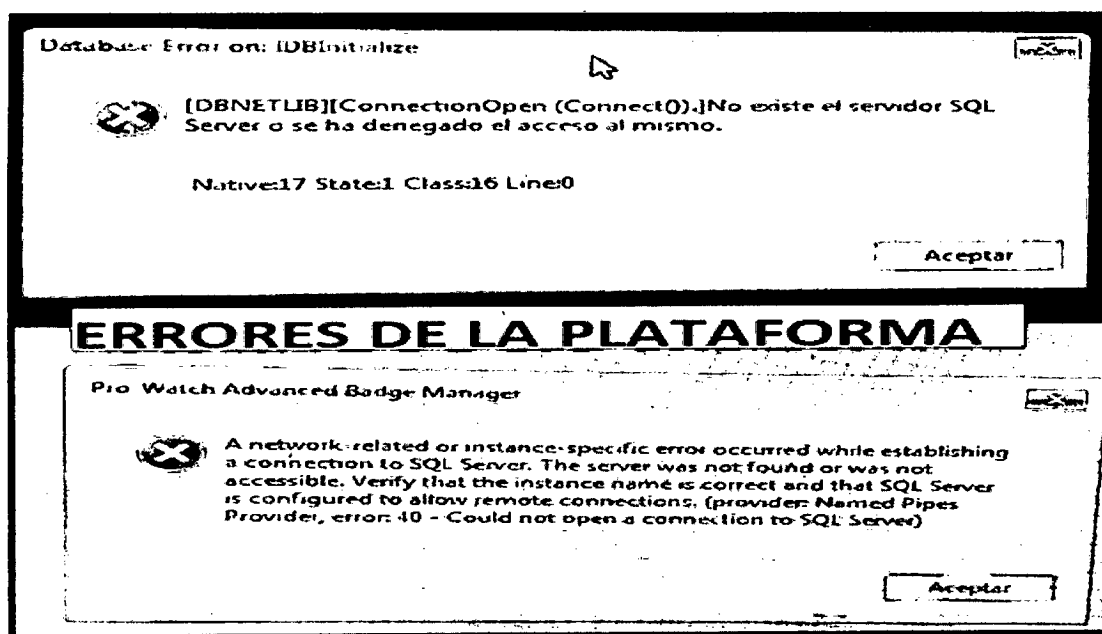

Imagen 7, Error conexión Prowatch.
- 7) Validando el sistema de acceso, se intentó conectar desde la estación de trabajo al software prowatch, la conexión no fue satisfactoria ya que saca unos errores de autenticación de la base de datos del prowatch, en la imagen 7 se observa el error presentado.